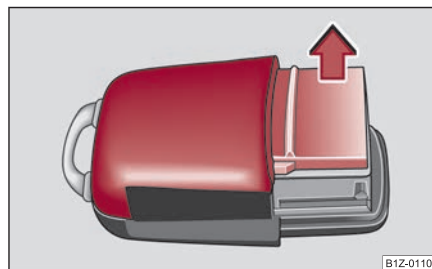

Fig. 41 Tapa de la carcasa del emisor
- Retire la tapa de la carcasa de la emisora ⇒ fig. 41 en la dirección de la flecha.